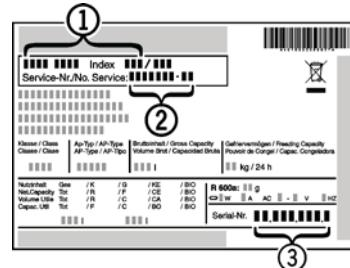

Fig. 9
- 讀取標籤上的設備名稱 Fig. 9 (1)、服務號 Fig. 9 (2) 和序號 Fig. 9 (3)。標籤位於設備內左側。
- 通知客戶服務部，並告知設備名稱 Fig. 9 (1)、服務號 Fig. 9 (2) 和序號 Fig. 9 (3)。